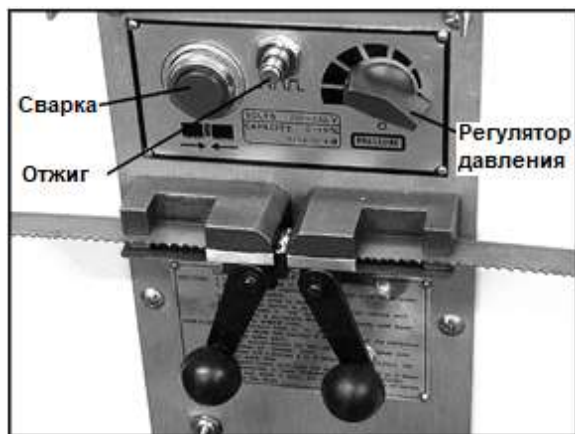

Рис. 18.
6. Вставьте один конец полотна в левый зажим (Рис. 18). Уприте задний край полотна в заднюю стенку зажима. Затем расположите конец полотна
9. Нажмите и удерживайте кнопку включения сварочного устройства (Рис. 18). Когда кнопка нажата, левый зажим смещается к правому и сдвигает концы полотна между собой. Одновременно с этим, через зажимы пропускается ток и происходит сварка полотна с образованием искр. Не отпускайте кнопку до тех пор, пока сварной шов не раскалится докрасна.
16. Быстро нажмите и отпустите кнопку включения отжига (Рис. 18). Повторяйте это действие, пока сварной шов не накалится до слегка красноватого цвета.